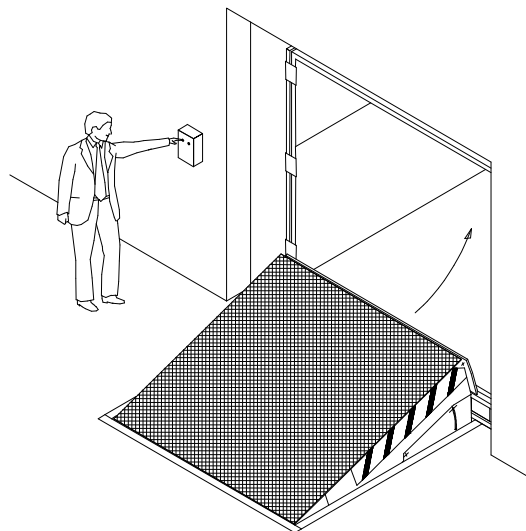

Fig. 7
- Druk de bedieningsknop zolang in tot het dek in hoogste stand staat en de lip volledig uitgeklapt is (Fig. 7).
- Drücke den Bedienungsknopf bis die Plattform die oberste Position erreicht hat und die Lippe völlig ausgeklappt ist (siehe Fig. 7).
- Keep the control button pressed down until the deck has reached the highest position and the lip is completely extended (see Fig. 7).
- Appuyez sur le bouton de commande jusqu'à ce que le tablier se trouve en position relevée maximale et que la lèvre soit complètement dépliée (voir Fig. 7).